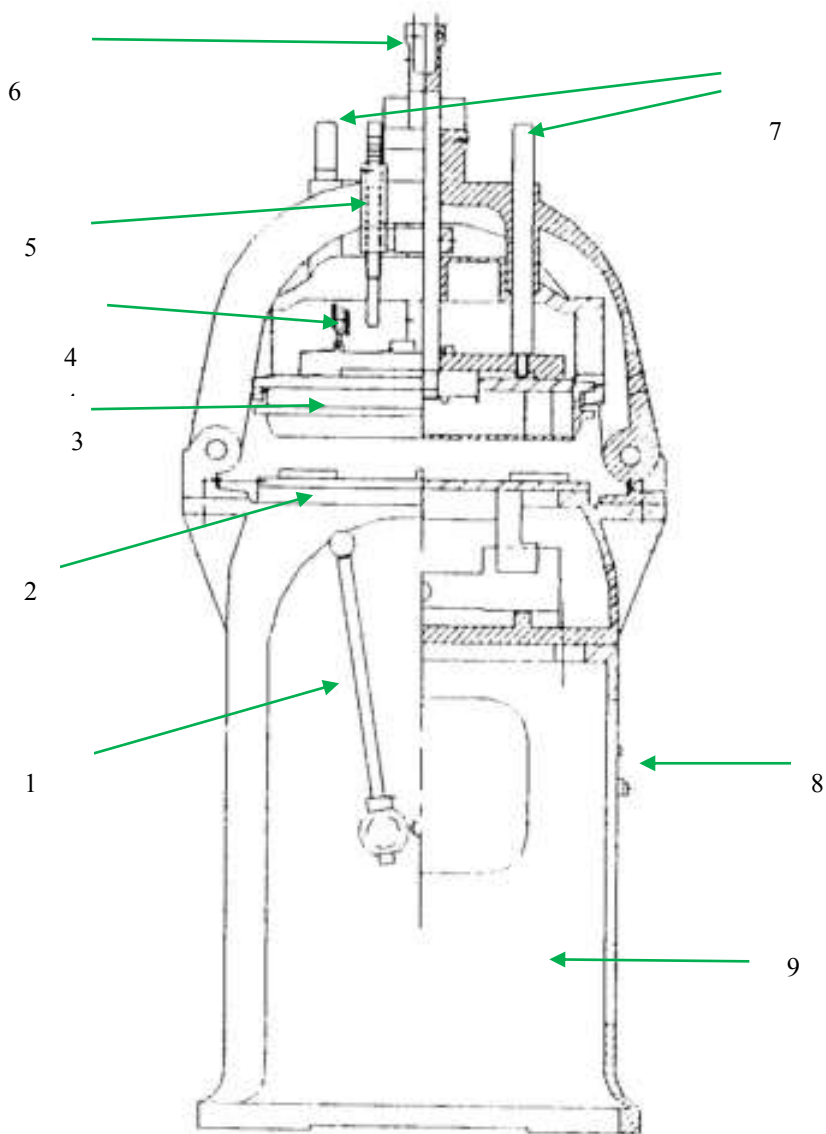

Рис.2. Основные детали оборудования. Вид спереди.
2. Произвести правильную установку и размещение оборудования в произведенном помещении. Согласно минимальным допустимым размерам указанных на рис.2